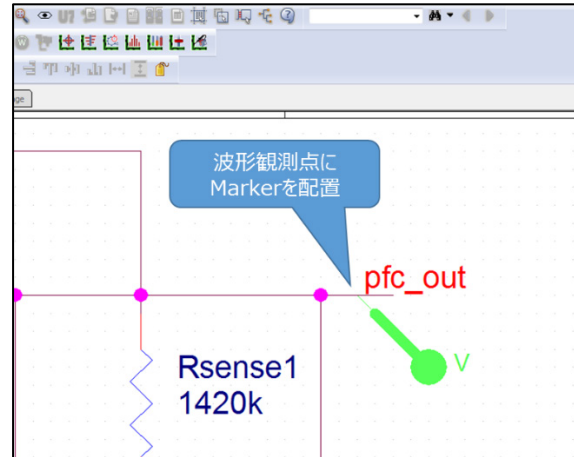

図 5.9 回路上への Marker 配置
- (2) シミュレーション回路上の波形観測ポイントに Marker を配置します。(図 5.9)